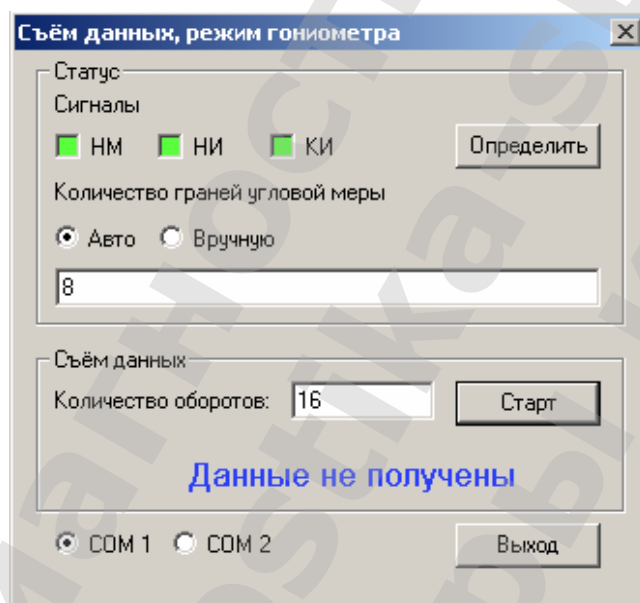

Рисунок 9.
2.3.11 В окне «Съем данных, режим гониометра» нажать кнопку «Определить». В случае если указан верный СОМ-порт, после нескольких секунд ожидания должны окраситься зеленым цветом программные индикаторы «НМ» (сигнал нулевой метки), «НИ» (сигнал нуль-индикатора) и «КИ» (сигнал кольцевого интерферометра), а в поле «Количество граней угловой меры» появится число граней меры, совпадающее с фактическим числом рабочих граней призматической меры (рисунок 9). При отсутствии сигнала соответствующий ему индикатор не будет окрашен (см. таблицу 3).